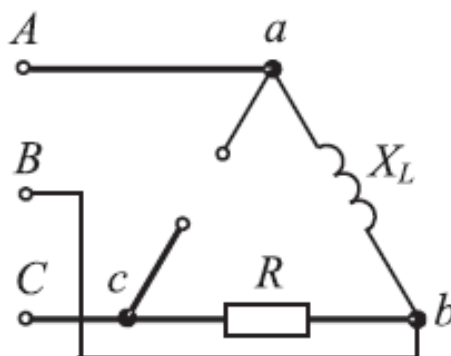

Рис. 9.17
**ЗАДАЧА 9.24.** В цепи (рис. 9.17)  $U_{\text{л}} = 220\ \text{В}$ ,  $R = X_L = 100\ \text{Ом}$ . Определить линейные токи и построить векторную диаграмму.